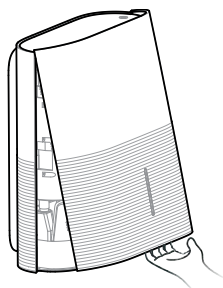

Рис. 25
2. Снимите лицевую панель (см. рисунок 25);